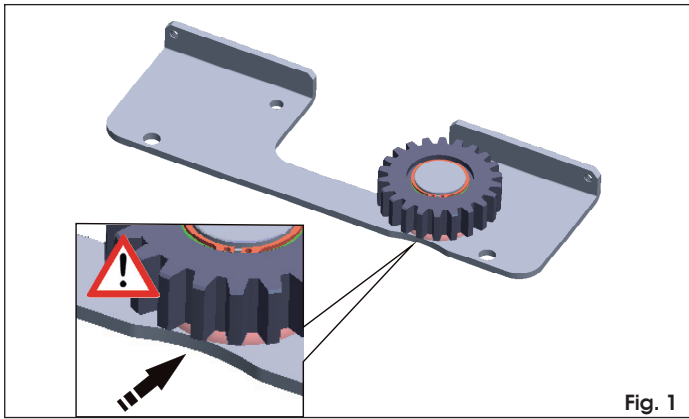

Fig. 1
-  • Si l'on utilise le kit d'ouverture à 180°, vérifier que la plaque du kit présente le rayon indiqué par la flèche dans la fig. 1.